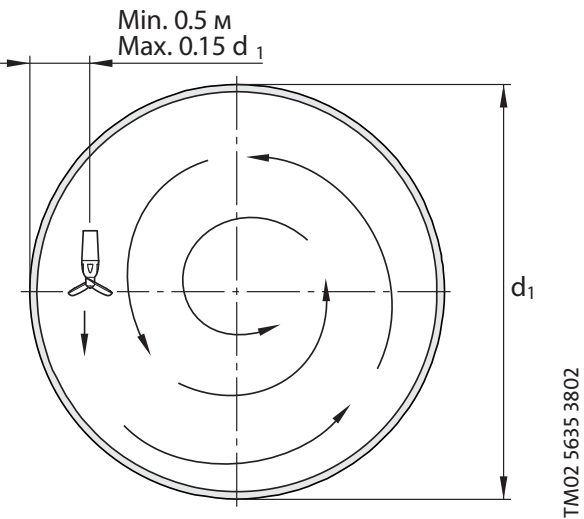

Рис. 14 Твёрдые включения поддерживаются во взвешенном состоянии в цилиндрическом резервуаре.
- чтобы образовывался стабильный, циркуляционный поток, предотвращающий образование осадка. См. рис. 14